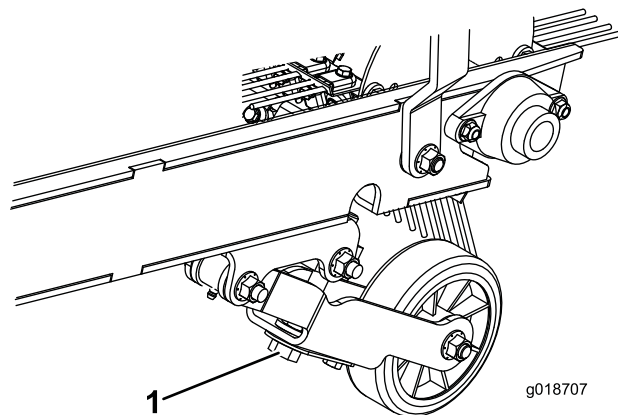

Figura 10
2. Gire el perno de ajuste de profundidad hasta que el rastrillo entre en contacto ligeramente con la parte superior del césped. Si se instala un cepillo, debe entrar en contacto ligero con la superficie. Cuando se esté utilizando el cepillo, la anchura de la superficie de contacto debe ser de 25 mm en toda la longitud del cepillo (Figura 10).